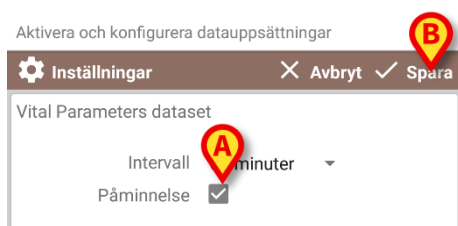

Fig. 76
- Välj kryssrutan Påminnelse för att få automatiska påminnelser när registreringarna av datauppsättningarna ska utföras (Fig. 76 **A**).
- Tryck på alternativet **Spara** för att spara ändringarna (Fig. 76 **B**).